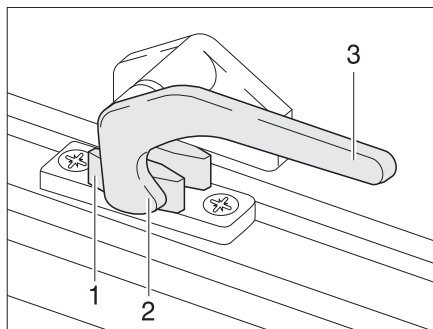

Fig. 75 Leva di serraggio in posizione "Chiuso"
- Ruotare la leva di serraggio (Fig. 75,3) di un quarto di giro verso il centro della finestra.
- Ruotare la leva di serraggio (Fig. 75,3) di un quarto di giro verso il telaio della finestra. Il nasello di chiusura (Fig. 75,2) si trova sul lato interno della chiusura della finestra (Fig. 75,1).
- In posizione "Completamente chiusa" (Fig. 75).